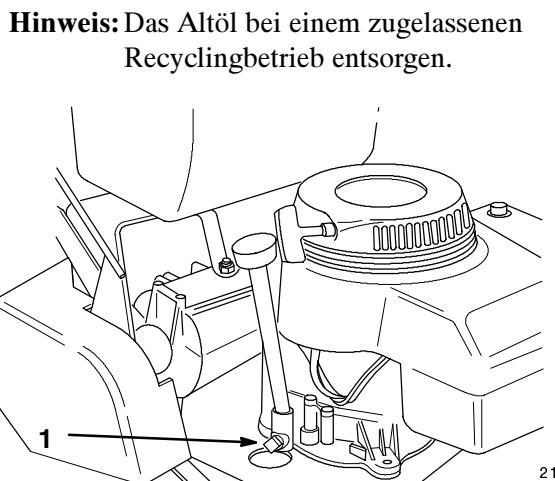

**Abbildung 20**
2. Den Bereich um den Ölpeilstab (Abb. 20) herum sauberwischen, damit kein Schmutz in die Einfüllöffnung fallen und den Motor beschädigen kann.
3. Den Ölpeilstab herausdrehen und das Metallende sauber wischen (Abb. 20).
4. Den Ölpeilstab ganz in das Einfüllrohr schieben, aber nicht aufschrauben (Abb. 20). Den Peilstab herausziehen und das Metallende kontrollieren. Bei zu niedrigem Ölstand nur soviel Öl langsam in das Einfüllrohr gießen, bis das Öl die "FULL"-Marke erreicht.
5. Langsam ca. 80% der angegebenen Menge Öl der richtigen Sorte (Seite 30) in das Einfüllrohr gießen (Abb. 20). Dann den Ölstand kontrollieren. Siehe Ölstandskontrolle, Seite 30. Langsam mehr Öl nachgießen, bis das Öl die "FULL"-Marke am Peilstab erreicht.